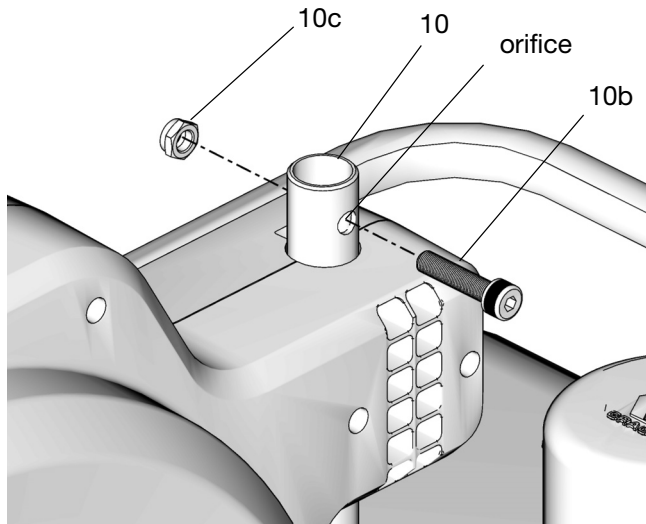

FIG. 18
- Placer la vis (10b) dans l'orifice du support de l'enrouleur (10) et la fixer en place à l'aide de l'écrou (10c) afin de maintenir fermement en place l'enrouleur de flexible (FIG. 18).